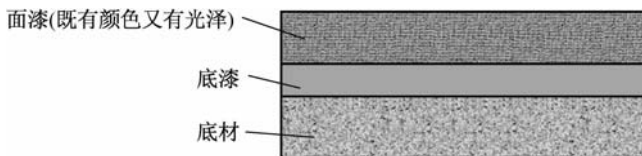

图 8-4 单工序面漆结构
(1)单工序面漆。单工序面漆结构如图 8-4 所示。单工序是指面漆只施工一次即可获得,形成的涂层既有遮盖力,能遮盖住底漆颜色,呈现给我们需要的颜色,还有一定的光泽度,并且还有很好的抗机械损伤能力。白色的普通桑塔纳轿车和红色捷达轿车多为单工序